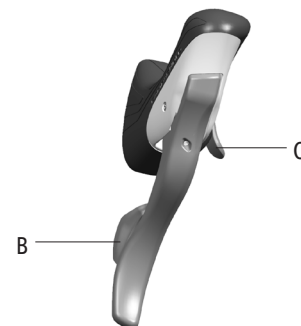

Fig.14
- La leva B (Fig. 14) del comando destro agisce sul cambio facendo salire la catena sul pignone superiore.
- La leva C (Fig. 14) del comando destro agisce sul cambio facendo scendere la catena sul pignone inferiore.
- È possibile tenere premuta la leva B oppure C (Fig. 14) del comando destro, per far salire o scendere di più pignoni il cambio.